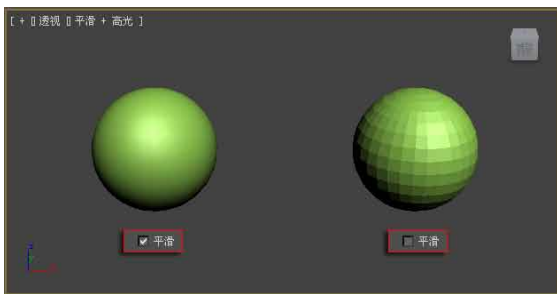

图3.3 平滑的作用
- 平滑: 激活此项, 计算机可对球体表面做自动光滑处理。此时可以产生表面极为光滑的球体, 若关闭此项, 就会产生表面有棱角的球体, 如图3.3所示。